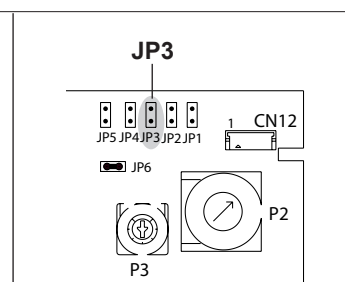

fig. 4b
- rimuovere il coperchio camera di combustione (D) e la staffa con candela montata (D1)
- rimuovere il tubo di collegamento valvola gas-bruciatore (E) svitando i due dadi con le relative guarnizioni (E1)
- rimuovere il collettore GPL ed estrarre il tegolo interno (M) che dovrà essere successivamente montato sul collettore MTN
- rimuovere i deflettori anteriore (I) e posteriore (F) del bruciatore svitando le viti di fissaggio (H) sulla staffa destra ed eliminarli
- prendere il collettore MTN contenuto nel kit, posizionarvi al suo interno il tegolo (M) (precedentemente rimosso) come illustrato in figura e fissare il tutto al bruciatore utilizzando le viti precedentemente rimosse
- aprire il coperchio di ispezione del cruscotto per accedere al ponticello JP3 sulla scheda di controllo (fig. 4b):